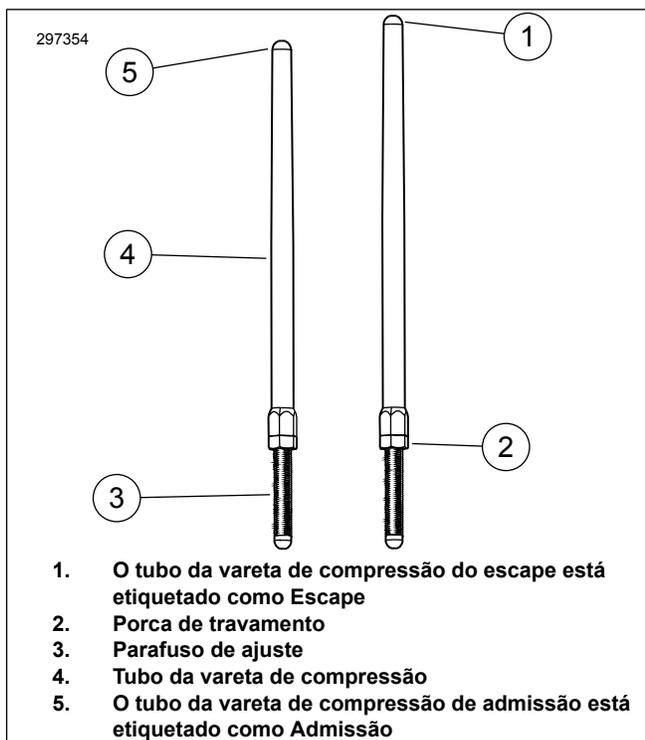

Figura 1. Vareta de compressão ajustável
6. Veja a figura 1. Solte a porca de travamento de todas as varetas de compressão e ajuste-as com o comprimento mais curto.